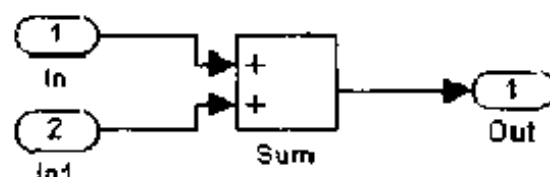

图 3.44 子系统组成
(1) 从 Simulink Systems 库中把 Subsystem 模块拷贝到模型中。
(2) 双击打开该 Subsystem 模块。
(3) 在空白的 Subsystem 窗口内添加子系统的内容模块,用 Inport 模块来代表该子系统外部的输入,用 Outport 模块来代表子系统的输出。例如,图 3.44 所示的子系统包含一个 Sum 模块,及 Inport 和 Outport 模块,它们分别代表子系统的输入和输出。